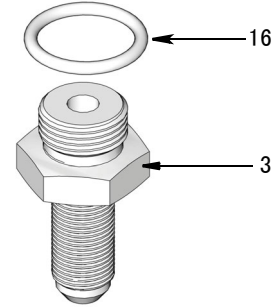

图 3
3. 将 O 型圈 (16) 安装在长直通管接头 (3) 上，如图 3 所示。